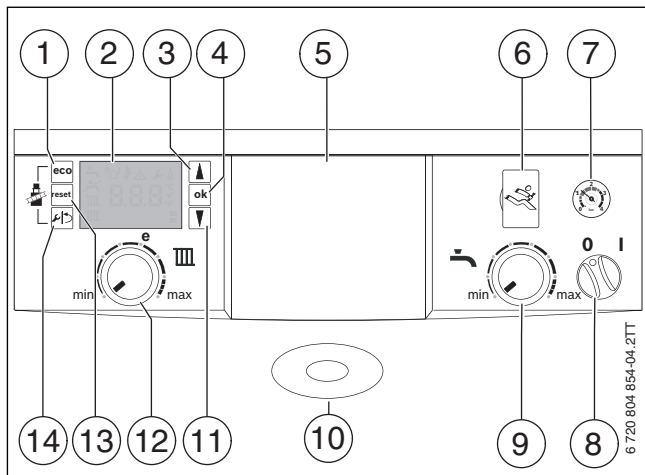

Fig. 6 Pannello di comando con sportello del pannello di comando aperto
- Centralina climatica FW... con sonda in funzione della temperatura esterna, inseribile sul frontale dell'apparecchio, → fig. 6, [5]
- ▶ Spegner l'apparecchio dall'interruttore on/off (→ fig. 6 [8]).